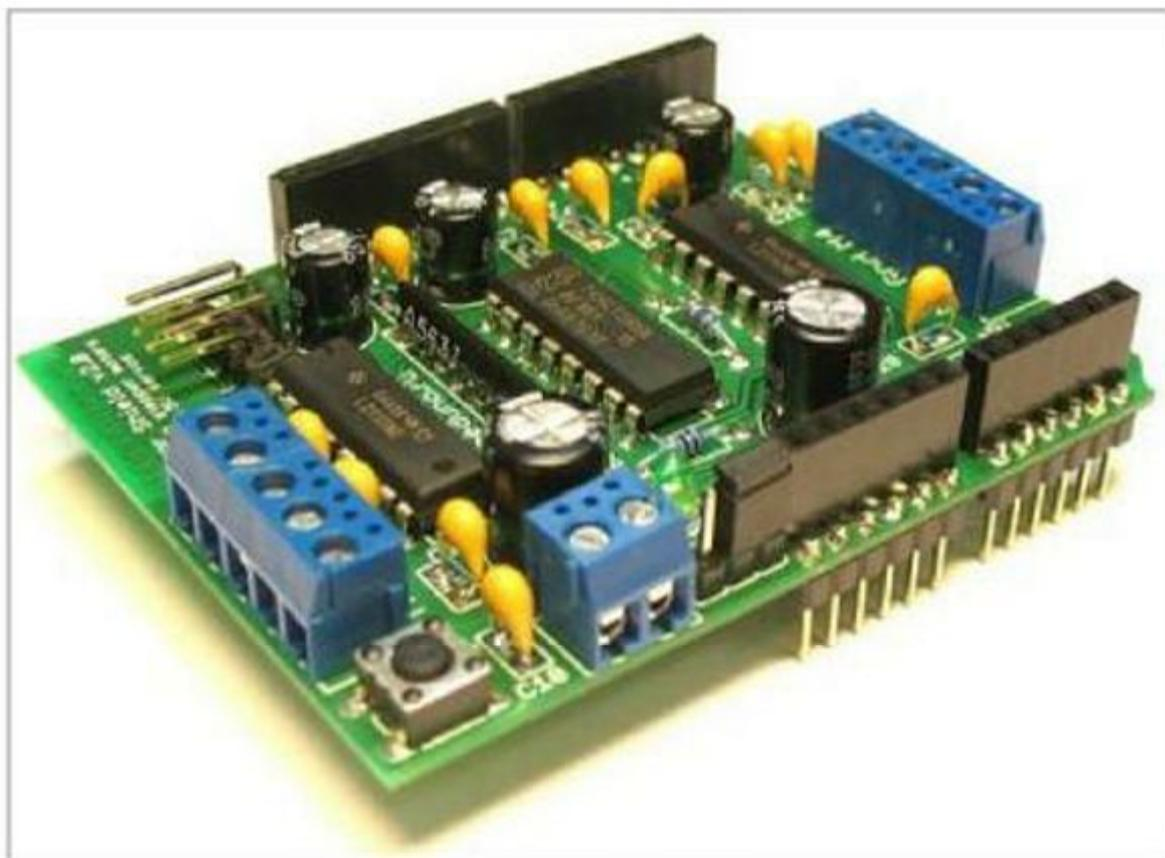

Рис. 3.6. Motor Shield
- **Motor Shield** (рис. 3.6) — обеспечивает управление двигателями постоянного тока;